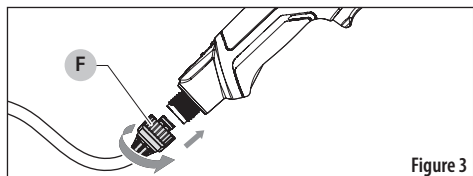

Figure 3
Installez l'assemblage du flexible (F) sur la lance électrique. Tournez dans le sens des aiguilles d'une montre pour serrer. Voir Figure 3.